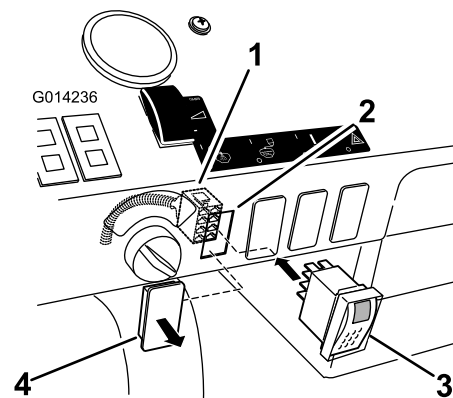

Bild 29
- Ermitteln Sie die Abdeckung für den Spülbehälterschalter am Armaturenbrett (Bild 29).
- Nehmen Sie die Abdeckung vom Armaturenbrett ab (Bild 29).
- Schließen Sie den Schalter durch das Armaturenbrett an den Anschluss (Bild 29) an.